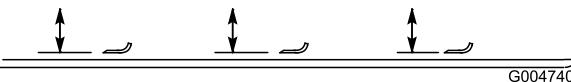

図 80
2. ブレードを手で回して前後方向に向ける図 80。カッティングユニットの天井から各ブレードの前端の切っ先までの距離を測る。測定値を記録する。